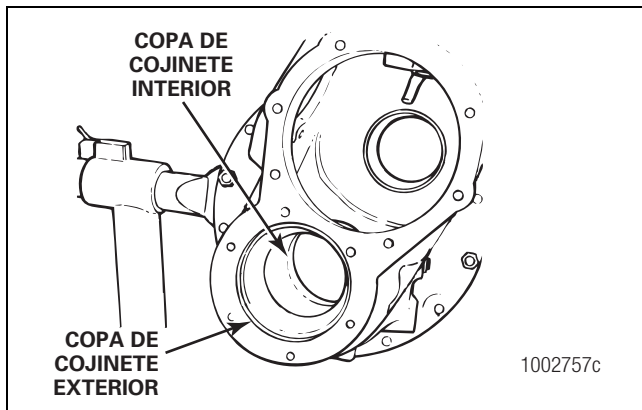

Figura 3.53
3. Si es necesario, retire del portadiferencial las copas de cojinetes interior y exterior. Use un martillo y punzón para retirar las copas del portadiferencial. Reemplace las lanas que estén dañadas. Mida y anote el espesor del paquete de lanas para el reensamble. Figura 3.53.